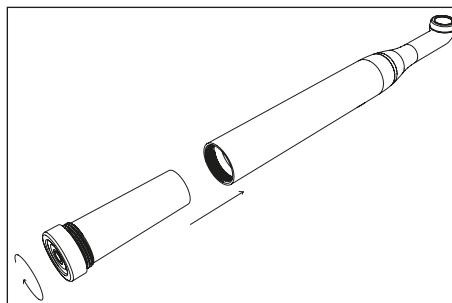

Figura 7 – Introducción del Modulo de Batería
3. Introducir el módulo de la batería en el mango atornillándolo como se muestra en Figura 7 en página 10.
Para sustituir la batería averiada es necesario desatornillar el anillo roscado del módulo de la batería, removerlo y sustituirlo con uno nuevo (Figura 7 en página 10).